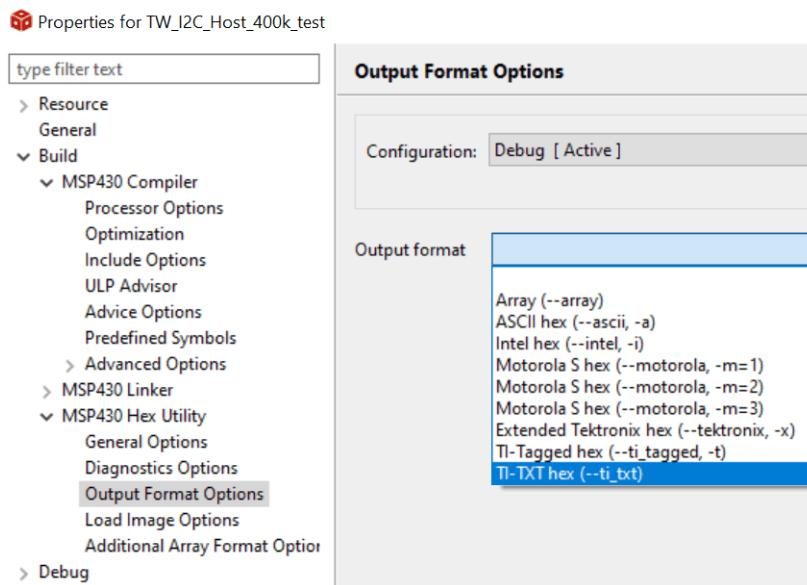

图 3-5. 在 CCS 中生成 TI-TXT 十六进制文件
6. 将应用程序代码（此处可使用演示 `bsl_software_invoke_app_demo_uart`）导入 CCS 并以 TI-TXT 十六进制格式生成目标器件固件（请参阅图 3-5）。